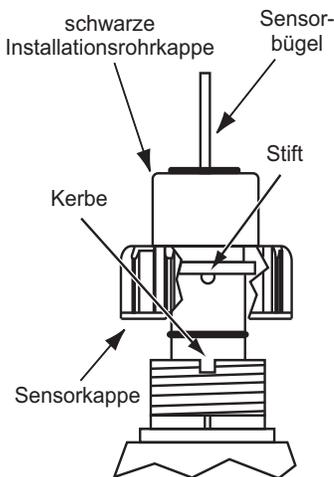

Abbildung 4
7. Die Stifte unter der roten Sensorkappe auf die Kerben am Fittingeinsatz ausrichten und die rote Sensorkappe festdrehen. (Abbildung 4)